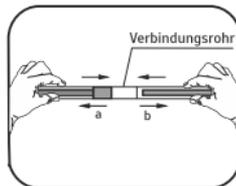

Abb. 2
3. Hinter dem Bördelklammerbereich befestigen Sie den Klammerhalter (Abb.2);
2. Setzen Sie den Einzelteil "a" ins das Verbindungsrohr "b" des oberen Schutzschirmteils ein, so wie es auf der Abb.2 gezeigt ist (das Verbindungsrohr liegt unter dem Gummi).
1. Fassen Sie den Schutzschirm mit beiden Händen an verschiedenen Verbindungsseiten an (Abb. 2).
2. Ziehen Sie den Schutzschirm von der Verbindungsstelle solange auseinander, bis die innere Kontur die Verbindung verlassen hat (Abb.2).